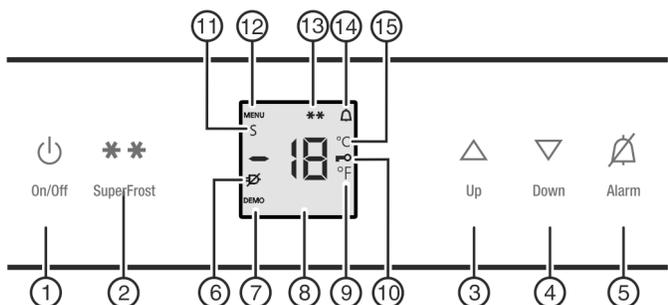

Fig. 2
- Le symbole SuperFrost Fig. 2 (13) et l'affichage de température clignent.*
- ▶ Appuyez sur la touche marche/arrêt *Fig. 2 (1)*.
- ▶ Confirmez en appuyant brièvement sur la touche SuperFrost *Fig. 2 (2)*.
- ▷ Le symbole Sécurité enfants *Fig. 2 (10)* s'allume dans l'affichage.
- ▶ Appuyer brièvement sur la touche On/Off *Fig. 2 (1)*.
- ▶ Activer le mode de réglage : appuyer sur la touche SuperFrost *Fig. 2 (2)* pendant env. 5 secondes.
- ▷ Le symbole Menu *Fig. 2 (12)* apparaît dans l'affichage.
- ▶ A l'aide de la touche de réglage Up *Fig. 2 (3)* et touche de réglage Down *Fig. 2 (4)*, sélectionner **c**.
- ▷ Le symbole Sécurité enfants *Fig. 2 (10)* s'éteint.
- ▶ Activer le mode de réglage : Appuyer sur la SuperFrost rapide *Fig. 2 (2)* pendant 5 secondes environ.
- ▷ Le symbole menu *Fig. 2 (12)* s'allume.
- ▶ Régler le nombre de ° avec la touche de réglage Up *Fig. 2 (3)* / Down *Fig. 2 (4)*.
- ▶ Confirmer : Appuyer brièvement sur la touche SuperFrost *Fig. 2 (2)*.
- ▶ Quitter le mode de réglage: Appuyer sur la touche On/Off *Fig. 2 (1)*.